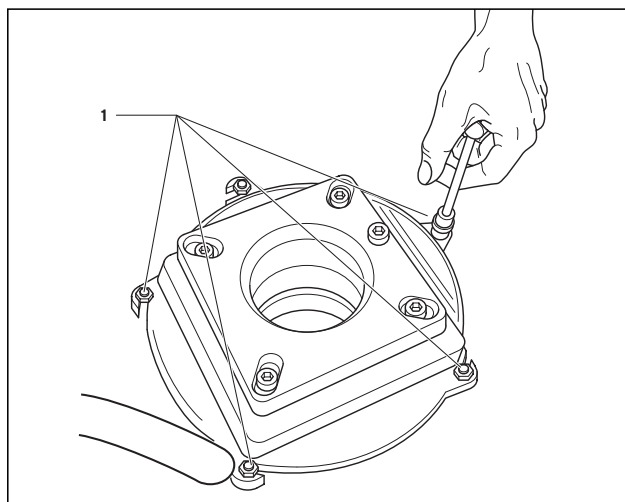

Abb. 7.6 Lösen der Flansch-Muttern
- Entfernen Sie die Prallschale (2) (siehe Abb. 7.6) mit dem Haken der beigefügten Kondensat-Ablaufbürste und säubern Sie die Prallschale.